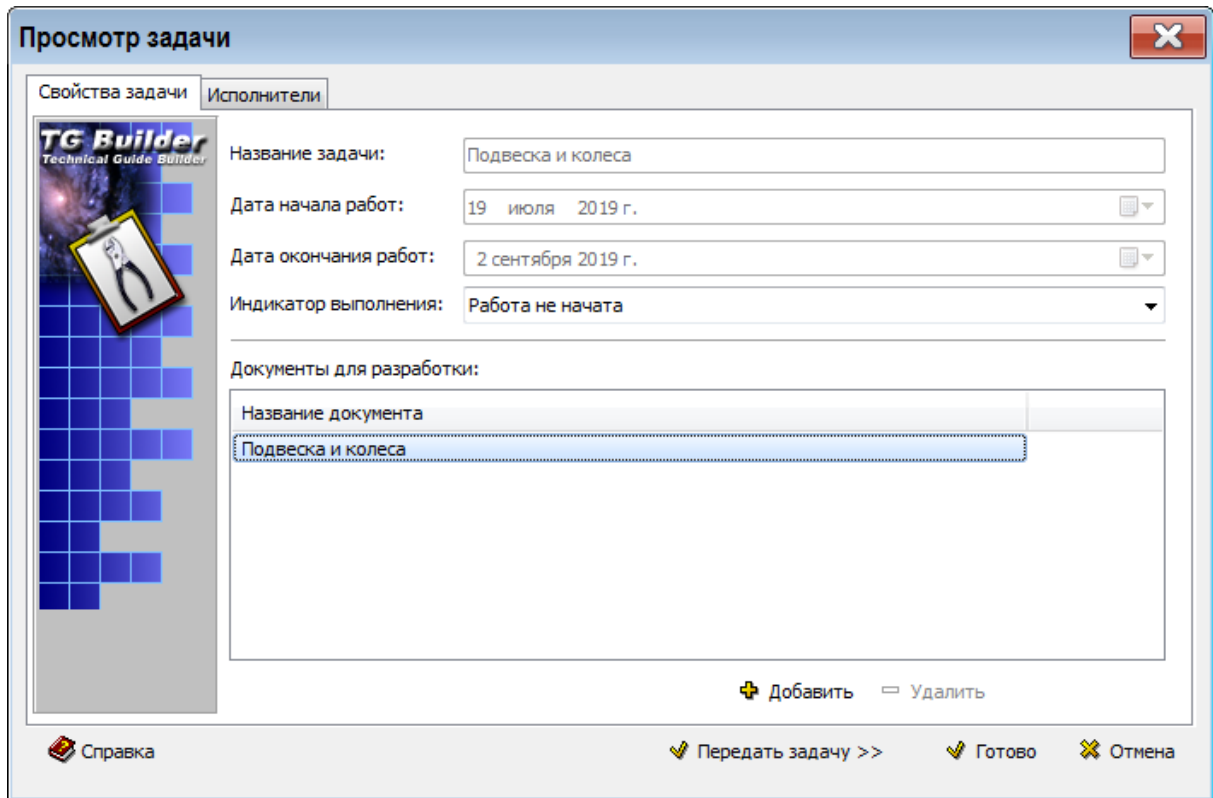

Рисунок 75
1) В диалоговом окне **Добро пожаловать** щелкните два раза левой кнопкой мыши по названию задачи. При этом откроется окно **Просмотр задачи** (рисунок 75).